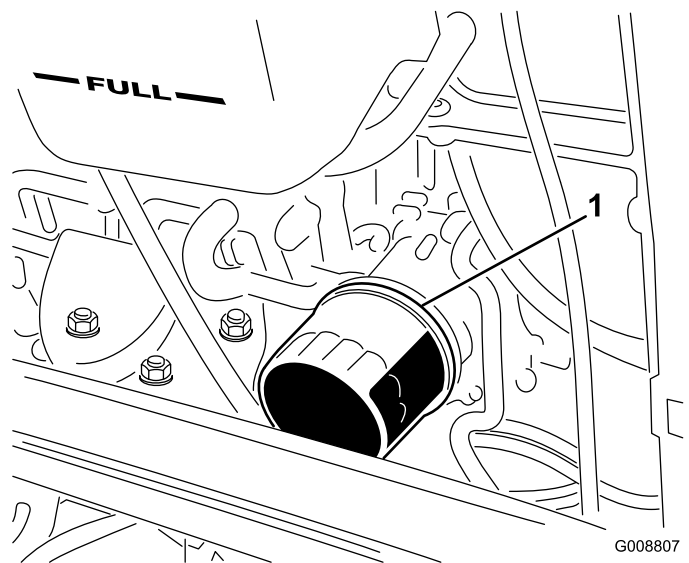

**Рисунок 55**
2. Снимите пробку сливного отверстия (Рисунок 55) и дайте маслу стечь в сливной поддон.